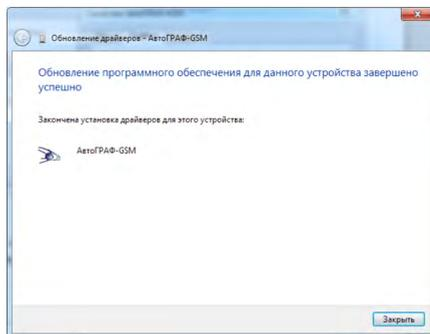

Рис.4
6. После завершения установки драйверов система распознает подключенное устройство (Рис.4).